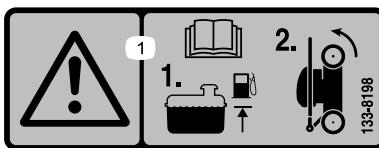

Рисунок 17
1. Проверьте, чтобы уровень топлива в топливном баке не превышал уровень, рекомендованный компанией-изготовителем двигателя; см. наклейку компании-изготовителя на двигателе (Рисунок 17).